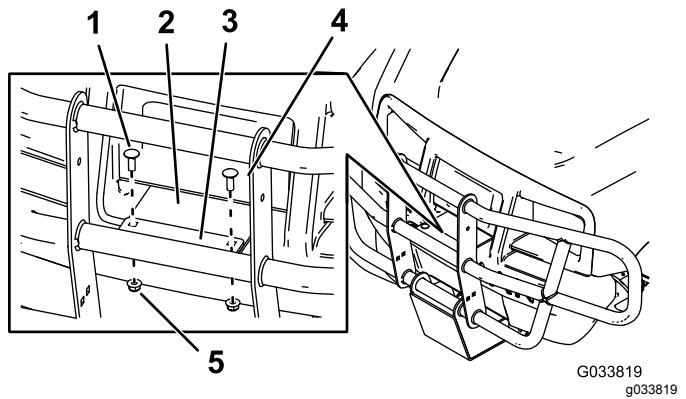

Рисунок 3
5. Установите ограждение щетки на длинный монтажный кронштейн в сборе с помощью 2 каретных болтов и 2 гаек (5/16 дюйма), как показано на Рисунок 3.